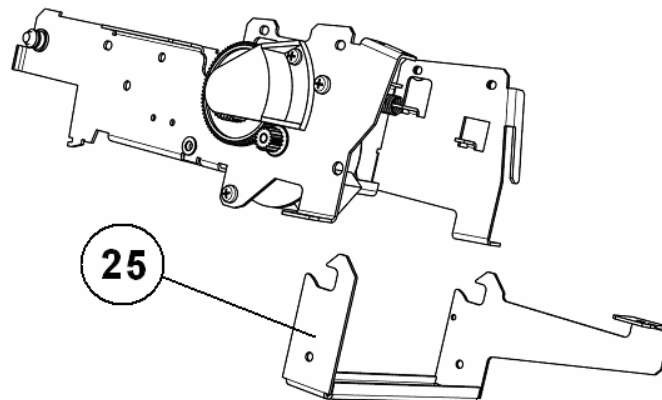

Рисунок 22. – Защелка снята.
- ◆ Снимите защелку (рис. 22).